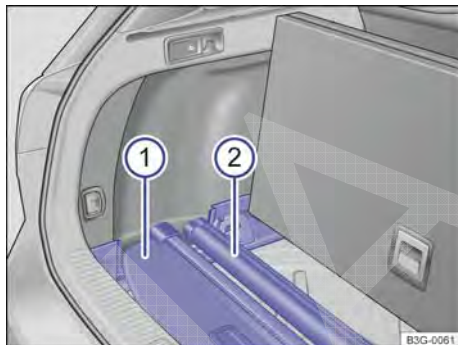

Fig. 239 Embaixo do assoalho do compartimento de bagagem: guardar a cobertura do compartimento de bagagem e a rede divisória.
- Colocar a cobertura do compartimento de bagagem removida → Fig. 239 ①, conforme representado, nos rebaixos traseiros dos alojamentos laterais.
- Colocar a rede divisória removida → Fig. 239 ②, conforme representado, nos rebaixos dianteiros dos alojamentos laterais.